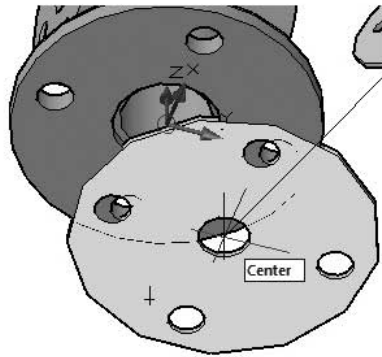

Рис. 12.2. Привязка к центру окружности нижнего основания корпуса
7. Укажите первую точку с привязкой **Центр (Center)** — центр окружности нижнего основания корпуса (рис. 12.2):